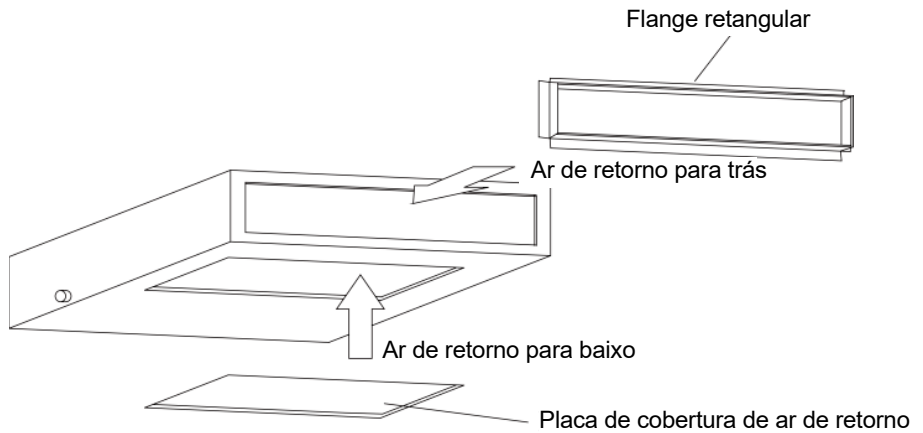

Fig.11
- O local de instalação padrão da flange retangular está na parte de trás e a placa de cobertura de ar de retorno está na parte inferior, como mostrado na Fig.11.